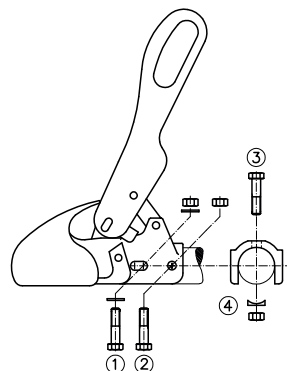

Figura 3
I giunti sferici WS 3000-H/LB sono esecuzioni speciali per freni ad inerzia e vengono montati con avvitamento incrociato (1)+(3) ed un passo dei fori di **40 mm** (figura 3).
2.2 Se il giunto sferico WS 3000/3500 viene impiegato come sostituzione per un altro tipo di giunto, in relazione ai dispositivi ad inerzia, si deve assicurare che gli ammortizzatori vengano nuovamente montati in modo conforme alle prescrizioni e che i tubi distanziatori eventualmente presenti nel tirante vengano inseriti correttamente. Come mezzo ausiliario per il WS 3000-D si prega di utilizzare i perni compresi nella fornitura Ø 12x34 mm oppure Ø 12x49 mm, a seconda del diametro del timone. Per quanto riguarda il WS 3500-D, utilizzare perni Ø 14x63 come punzoni in occasione dello smontaggio della vite di fissaggio (2) o (3) (figura 3), a seconda del tipo di fissaggio dell'ammortizzatore. Nel corso del montaggio e dello smontaggio del giunto sferico questi perni devono essere lasciati inseriti nel tirante a scopo centratura dell'ammortizzatore. In occasione dell'inserimento delle nuove viti di fissaggio, rimuovere nuovamente i perni.